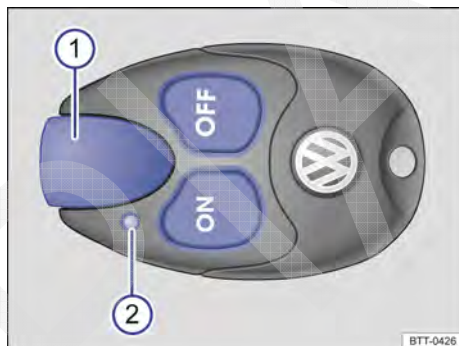

Fig. 107 Aquecimento estacionário: controle remoto.
- **Ligar:** pressionar o botão  → Fig. 107 ou . Se a luz de controle ficar acesa por aproximadamente 2 segundos na cor verde, o aquecimento estacionário estará ligado.